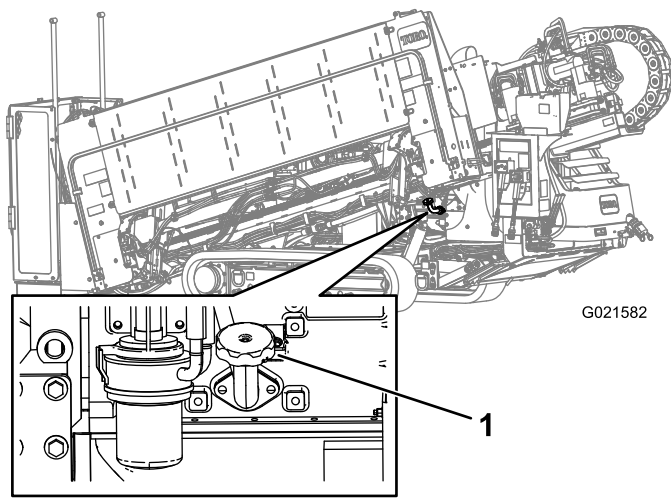

Рисунок 85
- А. Снимите крышку заливной горловины (Рисунок 85) и добавьте масло, пока его уровень не достигнет отметки «Высокий». **Не допускайте переполнения.**